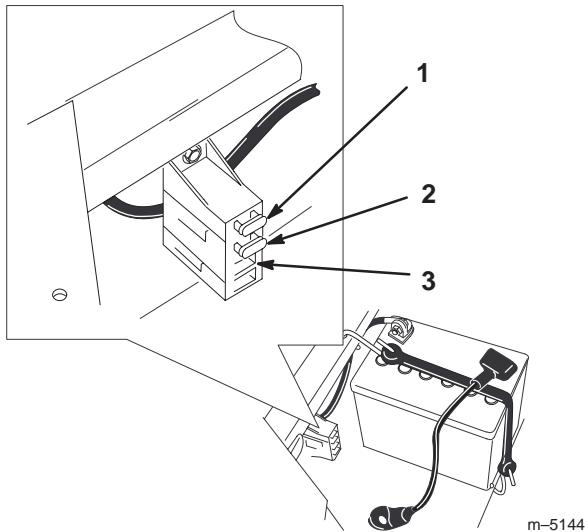

Bild 27
- Heben Sie den Sitz an, um die Sicherungshalter zugänglich zu machen (Bild 27).
- Ziehen Sie die Sicherung zum Wechseln heraus (Bild 27).